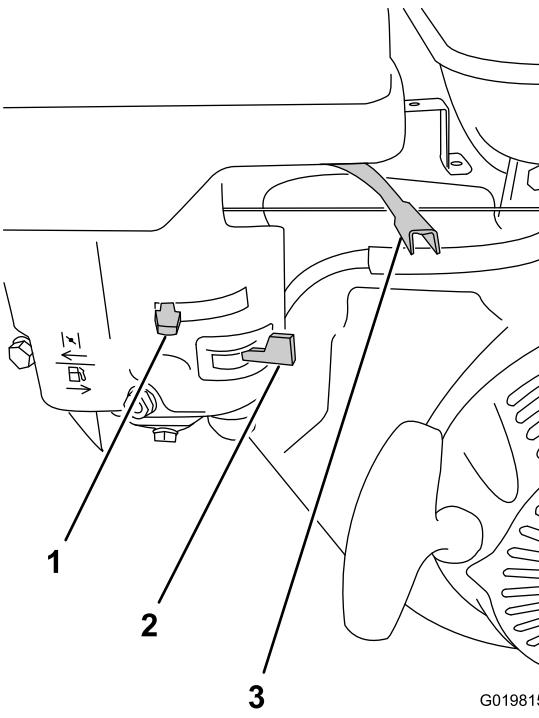

Figura 19
1. No motor, afaste o acelerador manual da posição Min, percorrendo 1/3 do curso até a posição Máx (Figura 19); consulte o tópico Acelerador manual (página 11).
2. Mova a alavanca da válvula de combustível para a posição On, movendo-a completamente à direita (Figura 19); consulte o tópico Válvula de combustível (página 11).
- Para ligar o motor frio, move a alavanca do afogador para a posição Fechado, movendo-a completamente à esquerda (Figura 19); consulte o tópico Afogador (página 11).
4. Gire o interruptor do motor para a posição On (Figura 19); consulte o tópico Interruptor de partida elétrica (página 11).
1. Certifique-se de que o afogador esteja na posição Off (Figura 19); consulte o tópico Afogador (página 11).
2. Mova a alavanca do acelerador para a posição Mín. (Figura 19); consulte o tópico Acelerador manual (página 11).